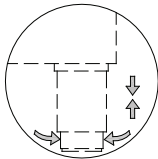

Figure 1
- Sistemare il frigorifero su una superficie piana e livellata (agire sui piedini regolabili)(Fig. 1)